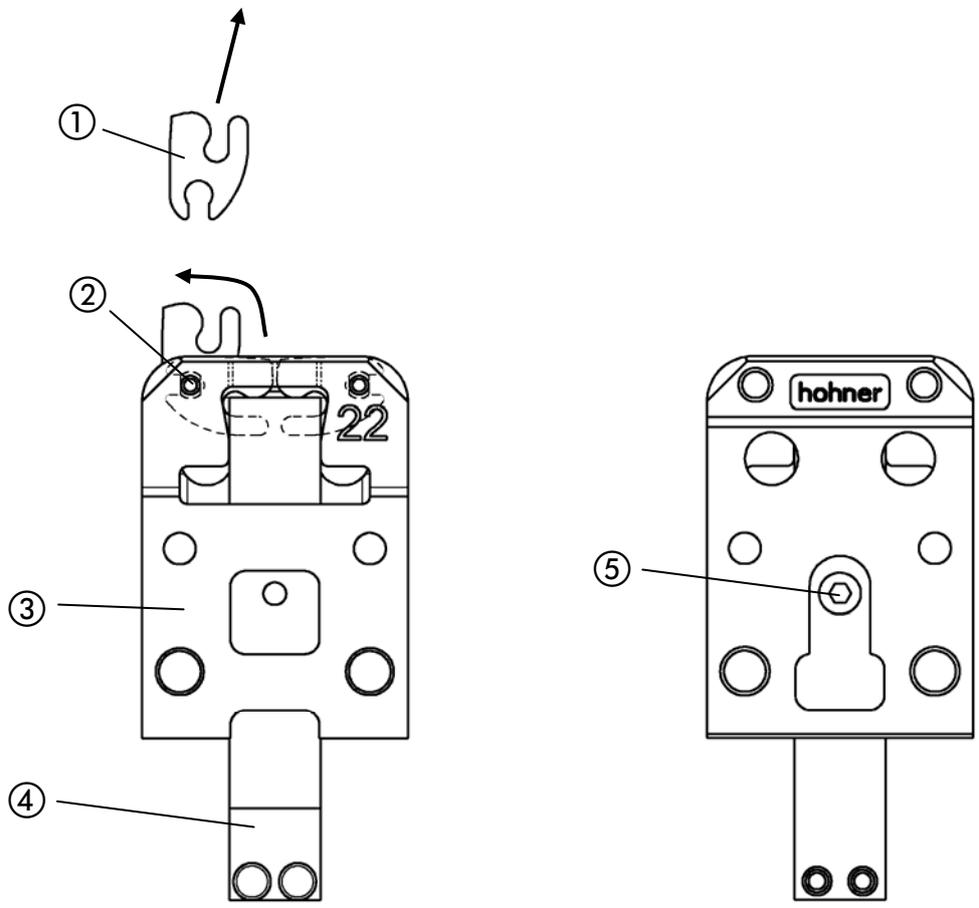

Fig. 28
- Fig. 28 -
- Retirar el tornillo de fijación ⑤.
- Extraer el punzón del remachador ④ por abajo.
- Girar hacia arriba el remachador ① dentro de la caja ③ y extraerlo del posicionador ②.
- Apretar el tornillo de fijación ⑤.